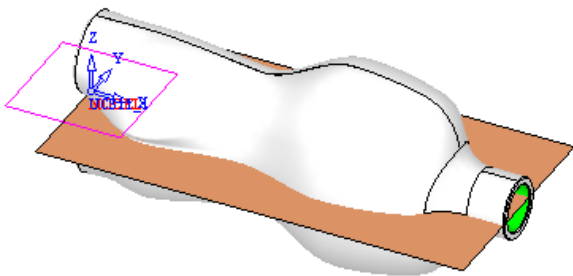

图 4-38 调入模型
- 单击“Feature Guide”对话框的确定按钮 ，完成模型调入，如图 4-38 所示。